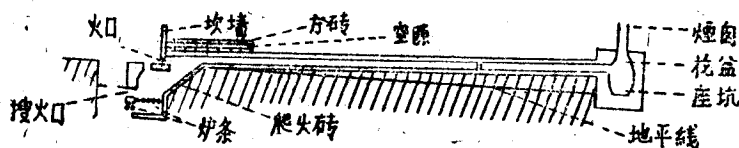

图 8 炉灶及火道纵断面示意图
(5) 筑座坑与烟囱 火道与烟囱由座坑相連。筑座坑时,在火炕台上火道与烟囱连接处,往下挖 1.5 尺深、直径 0.8 尺的圆形座坑,其作用是使侵入烟囱里的寒风在这里得到缓冲,以防寒风直接进入火道里影响炉火。座坑上面用磚砌一个圆筒,上面倒扣一个口径为 0.9 尺的无底花盆。花盆再与五个口径 0.4 尺、长 1.1 尺的瓦管相接而成烟囱(见图 8),为使炉火烧得好,烟囱需要露出屋顶土棚外 2 尺。